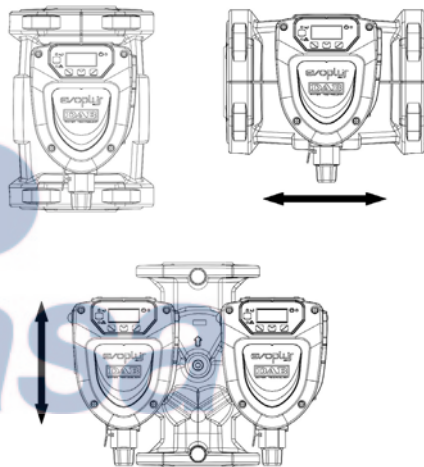

Figure 1: Position de montage
**Monter le circulateur EVOPLUS SMALL toujours avec l'arbre moteur en position horizontale. Monter le dispositif de contrôle électronique en position verticale (voir Figure 1)**